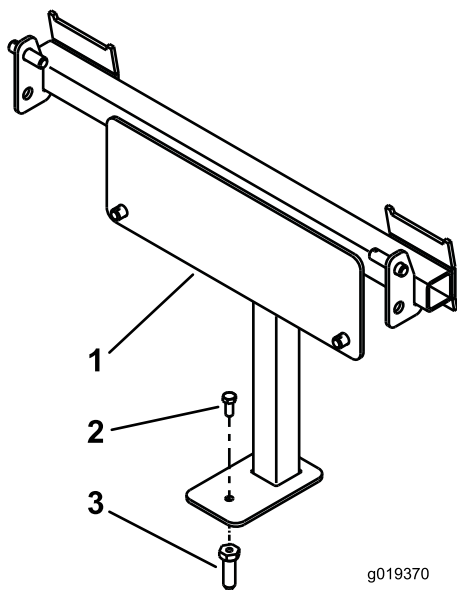

Figura 4
3. Utilizzando un bullone (5/16 x 3/4 poll.) montate il perno di traino nel foro del telaio del sistema di raccolta (Figura 4).